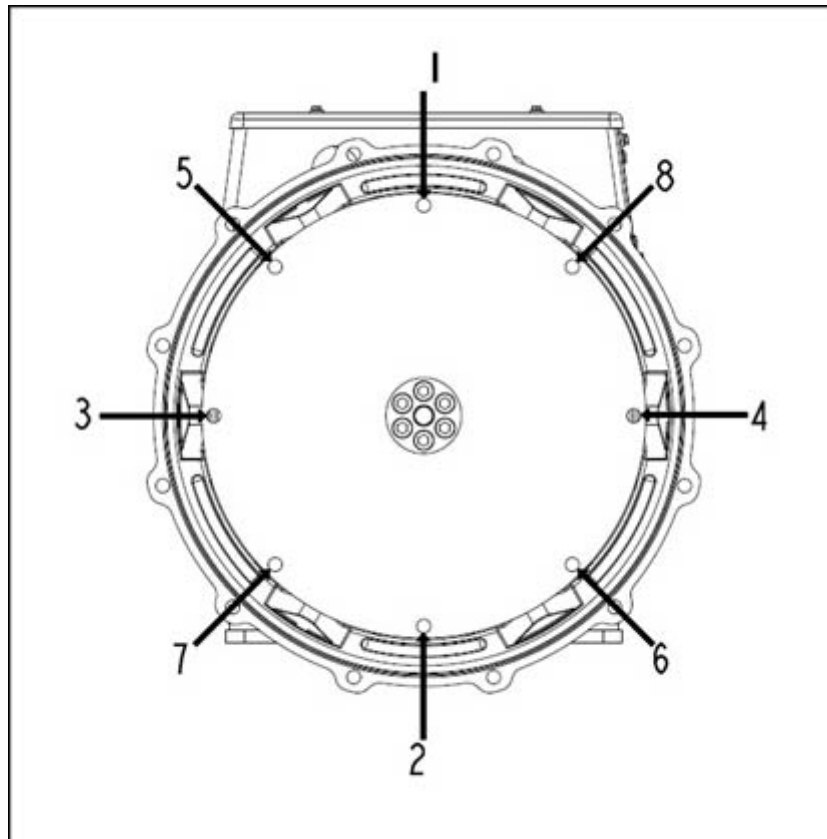

FIGURA 23. SEQUÊNCIA DE FIXAÇÃO NO VOLANTE DO MOTOR
- Aperte os parafusos para fixar o disco de acoplamento ao volante do motor, de acordo com a sequência ilustrada em Figura 23 na página 41.